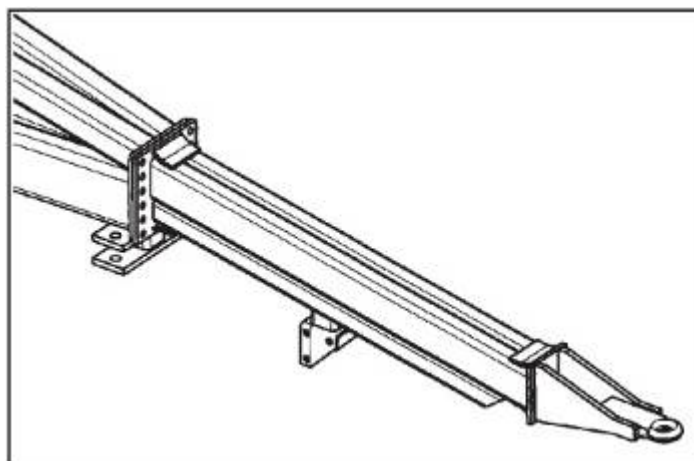

Рисунок 3.
- На центральную раму смонтировать дышло (рис. 3).